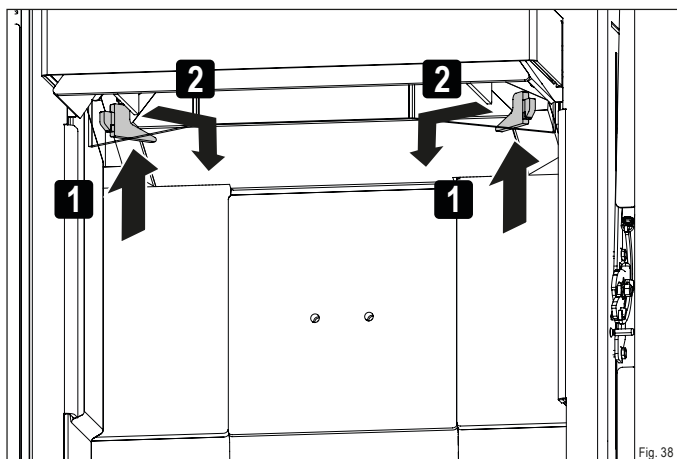

Fig. 38
- ▶ Ouvrez les deux butées de pierre thermique supérieure (Fig. 38).